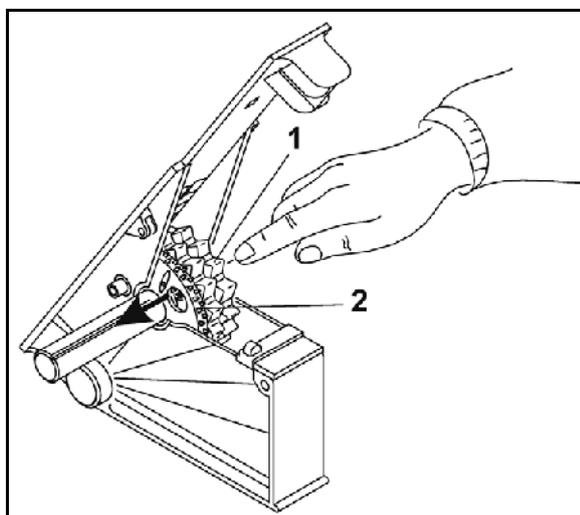

Fig. 30
1. Rodar a roda de sementeira normal (Fig. 30/1) no veio de semeador até que o perno fique visível na roda de sementeira.
2. Pressione o perno em cada roda de sementeira, como indicado na Fig. 30, contra a roda de sementeira fina (Fig. 30/2). Em seguida, verificar a ligação!